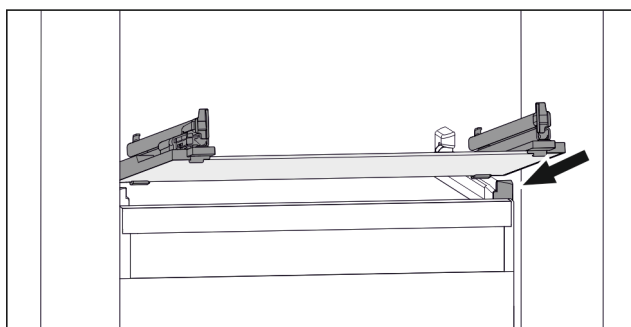

Fig. 138 Vejledende visning af glaspladen
- ▶ Sæt glaspladen skråt bag stoppene. (se Fig. 138)